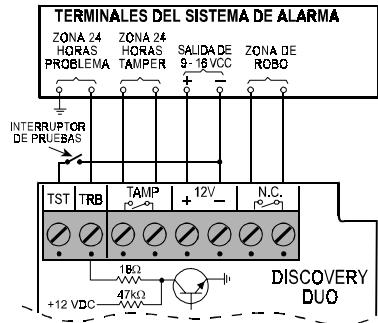

Figura 11. Cableado de los terminales
Salida de problema: Colector abierto, 100 mA máximo, con resistor 18 Ω en serie y 47 kΩ entre colector y 12 VCC (vea figura 11).
Refiérase a la Figura 11 y conecte los cables a los terminales en el siguiente orden:
* El LED se puede activar remotamente con un contacto de pruebas conectado a la entrada TST como muestra la Figura 11.